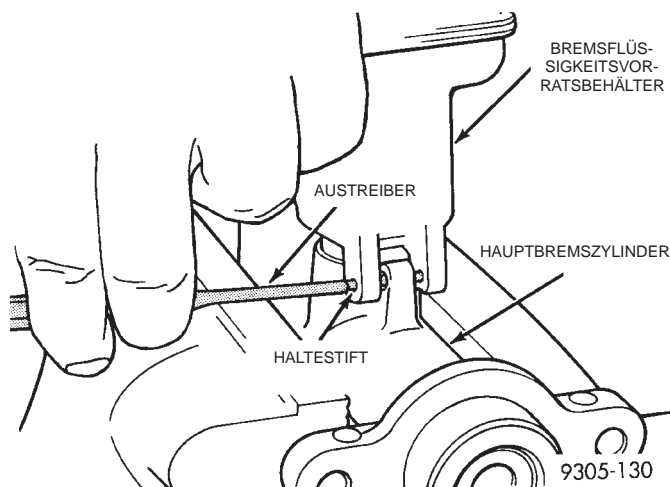
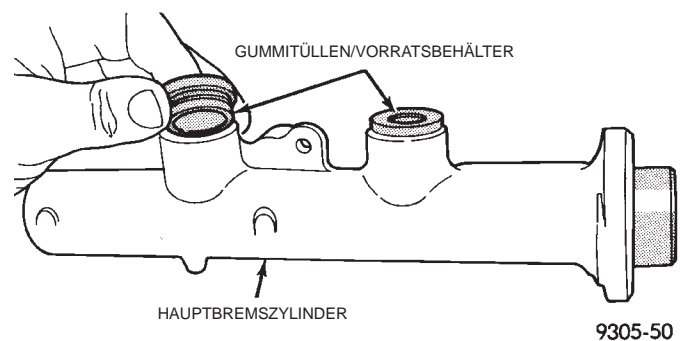

Abb. 74 Haltestifte/Vorratsbehälter
Abb. 76 Gummitüllen/Vorratsbehälter
(1) Mit einem geeigneten Reinigungsmittel, wie z. B. Mopar® Brake Parts Cleaner, das Hauptbremszylindergehäuse und den Bremsflüssigkeitsvorratsbehälter reinigen.
(2) Verschlusskappe des Vorratsbehälters lösen. Mit einer Kolbenspritze oder einem ähnlichen Instrument die Bremsflüssigkeit aus dem Vorratsbehälter entnehmen.
(3) Hauptbremszylinder vom Unterdruckbremskraftverstärker abnehmen.
(4) Hauptbremszylinder in einen Schraubstock klemmen.
(5) Die 2 Haltestifte zur Befestigung des Vorratsbehälters am Hauptbremszylinder entfernen (Abb. 74).
(7) Gummitüllen zwischen Gehäuse des Hauptbremszylinders und Vorratsbehälter entfernen (Abb. 76).
(1) Neue Gummitüllen im Gehäuse des Hauptbremszylinders einsetzen (Abb. 76).
(2) Montagebereich für den Vorratsbehälter mit sauberer und frischer Bremsflüssigkeit benetzen. Vorratsbehälter über die Gummidichtungen positionieren. Vorratsbehälter durch Kippbewegungen und kräftigen Druck von oben in die Gummitüllen drücken.
(3) Sicherstellen, dass der Boden des Vorratsbehälters die Oberseite beider Gummitüllen berührt.
(4) Die 2 Haltestifte zur Befestigung des Vorratsbehälters am Hauptbremszylinder wieder einsetzen (Abb. 74).